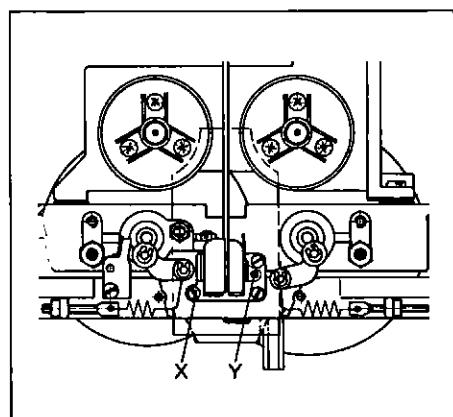

Fig. 5.4
- Mit Kreuzschlitzschraubendreher Grösse 00 Schraube Y (Fig. 5.4) so einstellen, dass für beide Kanäle ein Pegelmaximum erreicht wird (minimale Phasendifferenz).
- With screwdriver size 00 for cross recessed head screws adjust screw Y (Fig. 5.4) in such a manner that maximum level is obtained for both channels (minimum phase difference).
- Tournez la vis Y (fig. 5.4) avec le tournevis cruciforme taille 00 pour obtenir un niveau maximal pour les deux canaux (différence minimale de phase).
- Mit Schraube X (Fig. 5.4) den Ausgangspegel beider Kanäle auf maximale Ausgangsspannung einstellen.
- With screw X (Fig. 5.4), adjust the output level of the two channels for maximum output voltage.
- Réglez à sa valeur maximale le niveau de sortie des deux canaux grâce à la vis X (fig.5.4). (Pour effectuer ce réglage, on peut se servir d'un phase-mètre et régler à l'erreur de phase minimale.)